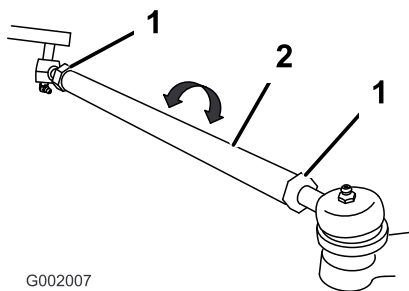

Figura 61
5. Se a medição obtida não corresponder aos valores especificados desaperte as porcas de segurança nas extremidades das barras transversais (Figura 61).